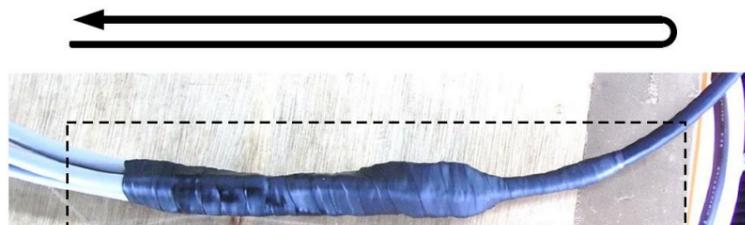

図15.防水処理(参考)/FIG 15. Waterproof treatment (reference)
⑥-3 自己融着テープの保護のため、自己融着テープが隠れるようにビニールテープを1往復巻きます(図15、16参照)。
Protect self adhesive tape. Wrap the vinyl tape around to hide the self-adhesive tape. (See FIG 15 and 16)